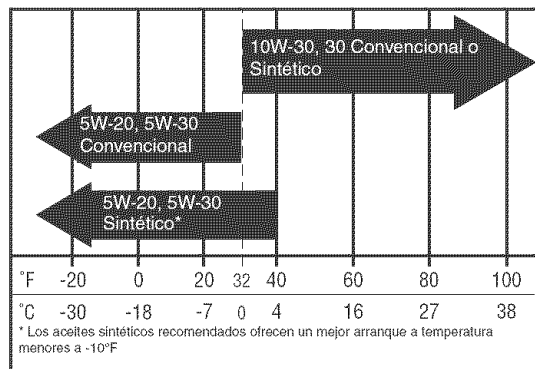

Figura 26. Aceite de Motor Recomendado
3. Remueva la varilla para medición del nivel (C) y límpiela con una toalla de papel.
5. Remueva la varilla para medición del nivel y lea el nivel de aceite. El nivel de aceite deberá estar entre las marcas "F" y "L" (D). De lo contrario, añada aceite de acuerdo con las recomendaciones de la tabla del aceite (Figura 26).